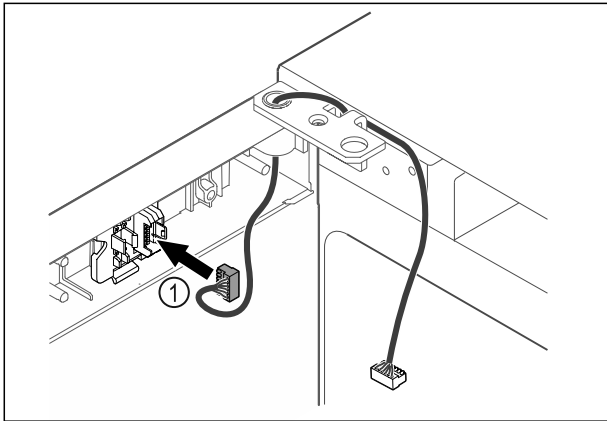

Fig. 41
- ▶ Stecker Fig. 41 (1) in Steckerhalterung einstecken.